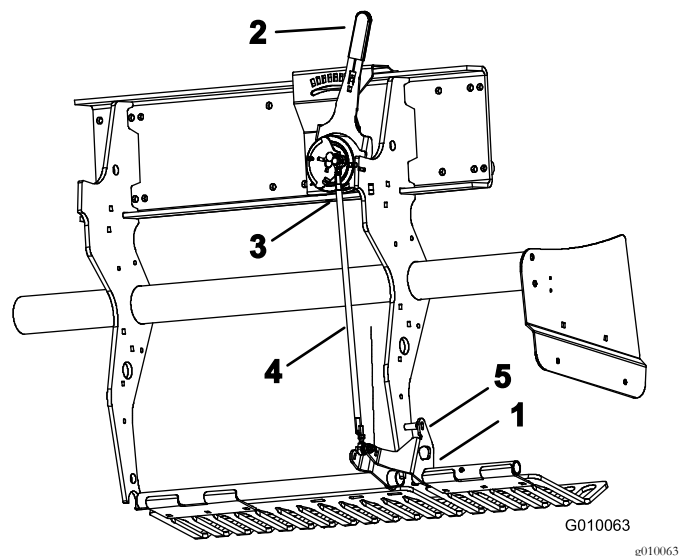

Figure 58
2. Tournez le support de fixation du protège-gazon gauche (Figure 58) jusqu'à ce que la goupille de sécurité (mèche ou vis de 5/16) puisse être introduite entre le support et le tube de réglage de profondeur soudé au cadre.
3. Placez le levier de réglage de profondeur d'aération (Figure 58) à la position « H » (profondeur maximale).
4. Débranchez le commutateur sphérique (Figure 58) du faisceau de câblage (commutateur d'abaissement de tête).
5. Desserrez les écrous de blocage (gauche et droit) sur la biellette de réglage de profondeur (Figure 58).